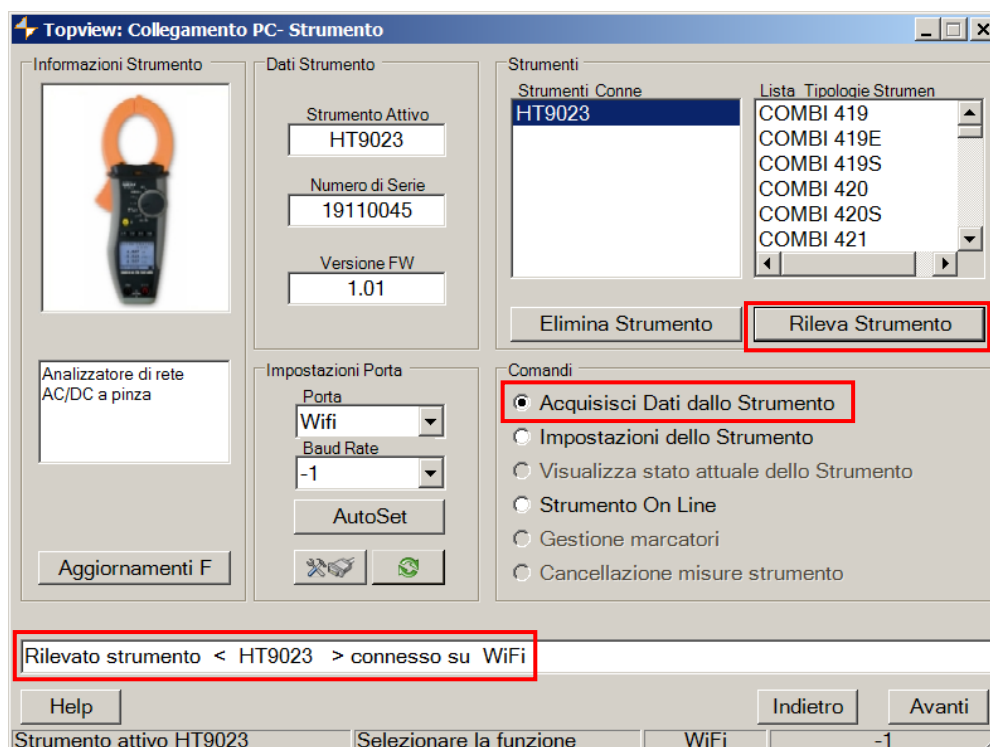

Fig. 16: Riconoscimento strumento sul software TopView
6. Lanciare il software TopView, aprire la sezione “Collegamento PC-Strumento”, eseguire il comando “Rileva Strumento” e verificare il riconoscimento (vedere Fig. 16)